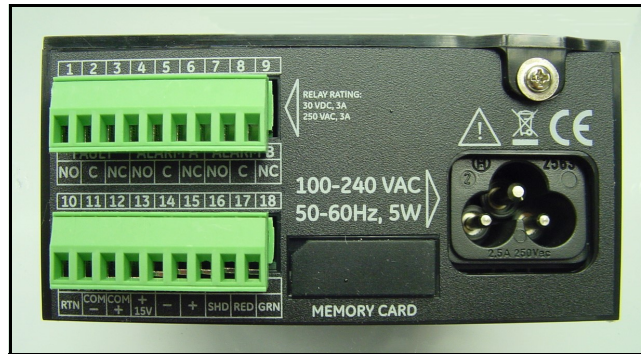

Figura 4: Painel posterior
2. Remova o parafuso no topo do painel posterior (veja Figura 4).